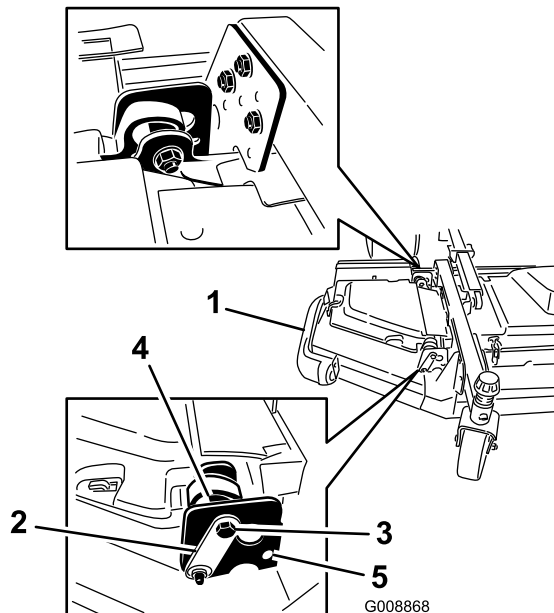

Figura 4
4. Instale los pernos de tope delantero y trasero a través de los orificios de montaje superiores y los excéntricos (Figura 4).